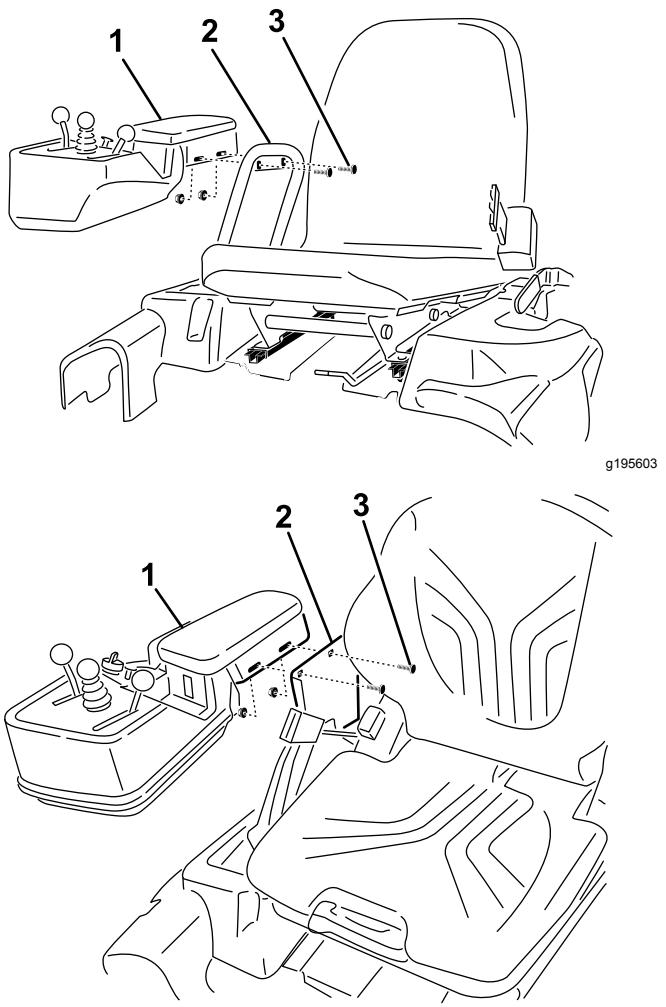

Figura 5
2. Instale los reposabrazos en el asiento usando los 2 pernos de cuello cuadrado y las tuercas con arandela prensada que retiró anteriormente (Figura 5).